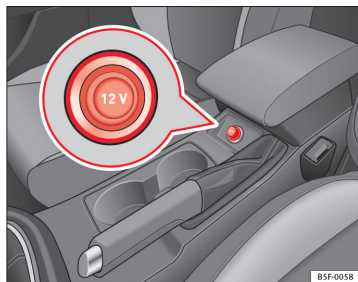

Fig. 75 Console centrale : prise de courant de 12 volts avant/arrière
- Retirez le connecteur placé sur la console centrale de la prise de courant ⇒ fig. 75.